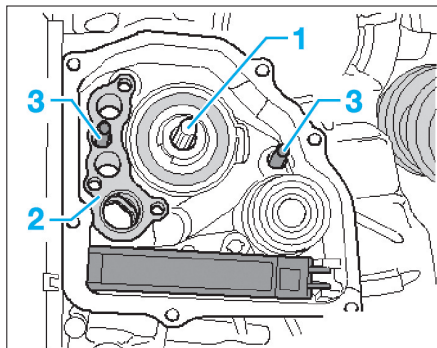

Fig. 22
• Remplacer le joint de pompe à huile (2) (Fig.22).